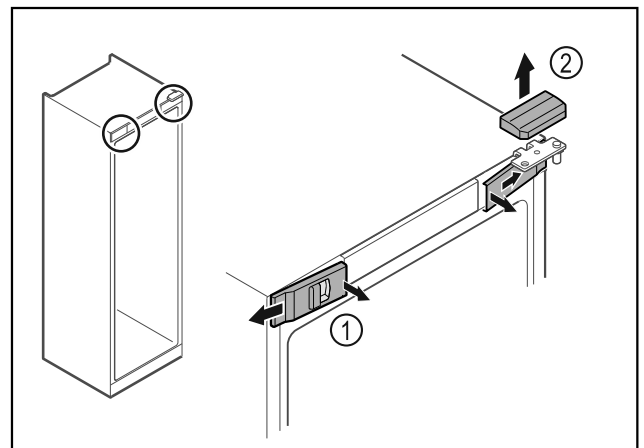

Fig. 9
- ▶ Vordere Abdeckungen Fig. 9 [1] innen ausrasten und zur Seite abnehmen.
- ▶ Obere Abdeckung Fig. 9 [2] nach oben abnehmen.